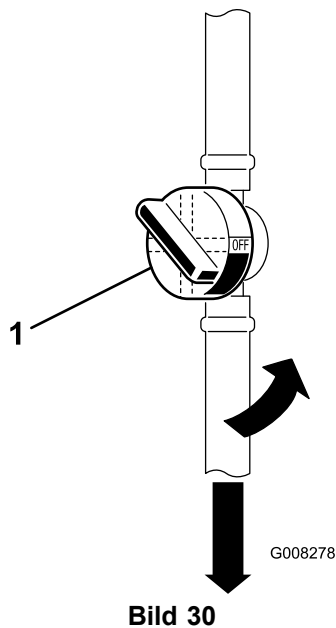

Bild 30
5. Schließen Sie den Kraftstoffhahn (Bild 30).
7. Drücken Sie die Enden der Schlauchklemmen zusammen und schieben diese weg vom Kraftstofffilter (Bild 30).